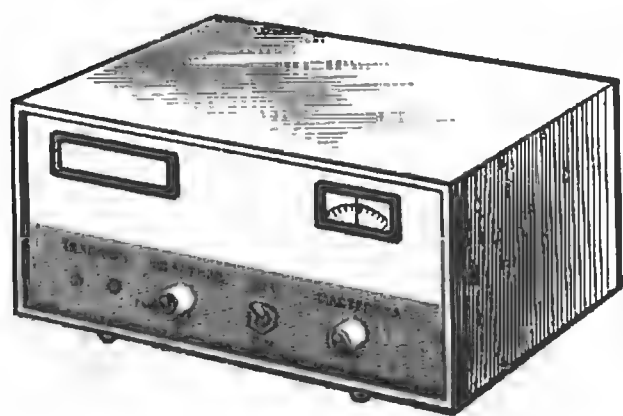
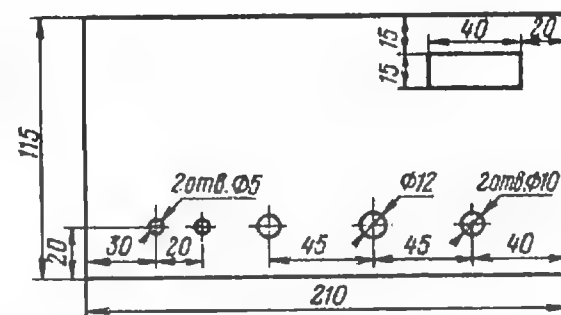

Рис. 4
Рис. 5
**В**нешний вид возможной конструкции приемника начинающего радиоспортсмена показан на рис. 4. Его корпус с внутренними размерами  $210 \times 150 \times 115$  мм сделан из пластин листового дюралюминия толщиной 2 мм. Лицевая панель (ее разметка показана на рис. 5), выполненная из такого же материала, утоплена внутрь корпуса на 6...8 мм и упирается в уголки, скрепляющие стенки корпуса. В нижней части лицевой панели, прикрытой декоративной накладкой из тонкого органического стекла, — двухгнездный разъем (X4) для подключения головных телефонов, ручка оси переменного резистора регулировки усиления (R23) с выключателем источника питания (S2), переключатель S1 «АМ — СW» и ручка верньерного механизма. Вверху справа через прямоугольное отверстие в панели, прикрытой декоративной накладкой из прозрачного органического стекла, видна шкала настройки приемника. Частоту настройки определяют по визирной линии на накладке. Слева под такую же декоративную накладку помещают позывной, написанный на цветной бумаге.